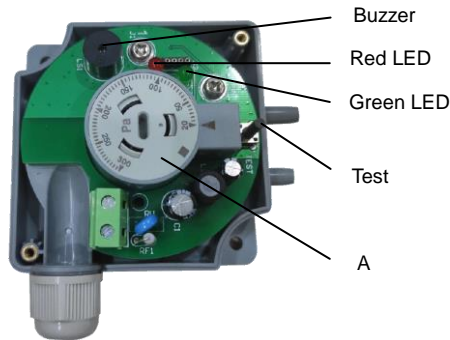

图 5
1. 打开上盖，开关示意图如图 5 所示。
需要的压力/压差可通过设定旋钮上的刻度盘(图 5 中 A)获得。仅需要用一字螺丝刀旋转刻度盘到指针所示位置即可。